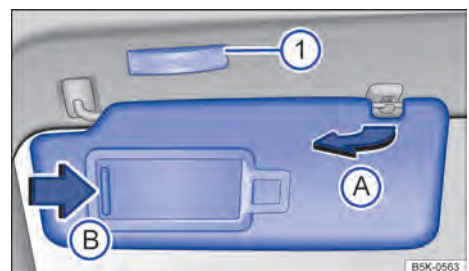

Fig. 79 Parasol.
- Retirar el parasol cuidadosamente del bloque soporte sujetando a base de sujeción y girar en la dirección de las puertas → fig. 79 (A).
En el parasol plegado hacia abajo se encuentra un espejo de cortesía atrás de una cubierta. Al abrir la cubierta → fig. 79 (B) se enciende la luz (1).